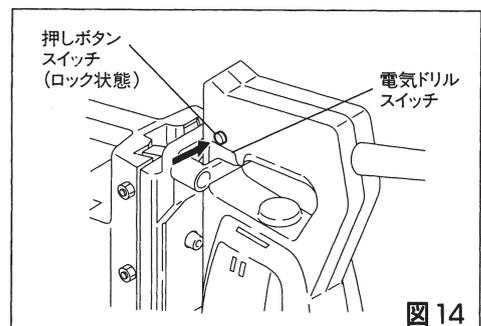

図 14
- (6). 電気ドリルの取り付けが終わりましたらマグネットスイッチをOFF(切)にして電源プラグを電源から抜いてください。
- (7). 電気ドリルの電源コードを本体後側に付いているツイストロックコンセントプラグに配線してください。なお、このプラグには電気ドリルの電源だけを配線してください。(電気ドリルのアース線は接続しないでください。) (図 14)
- (8). 本体後側に付いているツイストロックコンセントソケットにツイストロックコンセントプラグを差し込んでください。
電気ドリルグリップ部の電気ドリルスイッチを引いてON(入)にしてください。電気ドリルが回転します。また、電気ドリルグリップ側面の押しボタンスイッチを押すと、電気ドリルスイッチがロック(ON状態を維持)されます。(図 14)